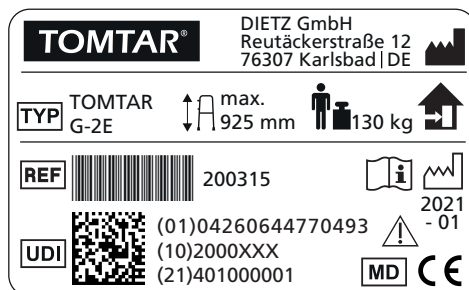

fig. 7
4. Vous pouvez maintenant déposer un côté du cadre de marche un peu plus loin en avant (1, fig. 7) en soulevant légèrement ce côté.
6. Une fois que les quatre pieds du cadre de marche sont au sol en toute stabilité, vous pouvez faire un pas en avant avec le pied qui se trouve du côté qui vient d'avancer (2, fig. 7).
Vous trouverez à la page suivante un tableau qui détaille tous les symboles et informations figurant sur la plaque signalétique (fig. 7).